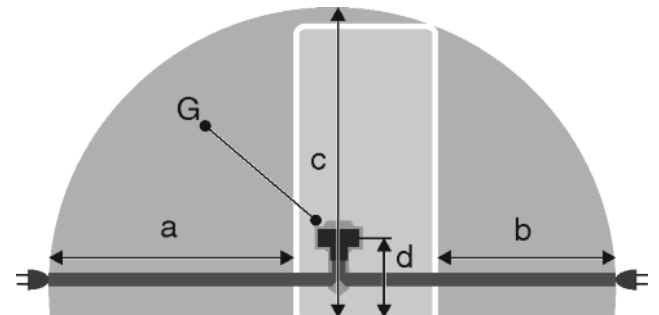

Fig. 22
- La presa non deve trovarsi nella zona posteriore dell'apparecchio, ma entro la zona indicata Fig. 22 (a, b, c).
- ▶ Inserire la spina Fig. 22 (G) sul retro dell'apparecchio. Assicurarsi che si innestino correttamente.